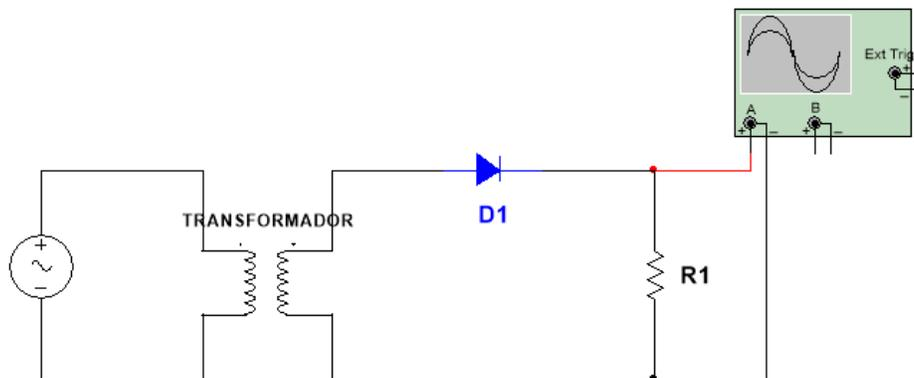
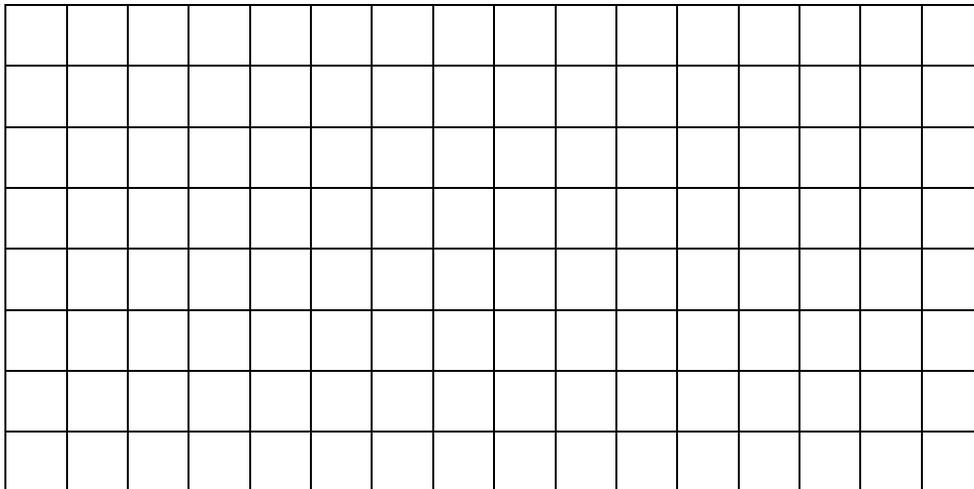

Figura 3.8 Circuito rectificador de media onda.
Figura 3.9. Oscilograma de la circuito de la figura 3.8.
1. Arme el circuito rectificador de media onda (Figura 3.8). Utilice un diodo (D1) 1N4007 y un resistor (R1) de $3.3k\Omega$. Con el osciloscopio observe la forma de onda de voltaje en el resistor; dibuje el oscilograma, acotando los parámetros de amplitud (valores en eje vertical) y tiempo (valores en el eje horizontal) de la señal (figura 3.9).